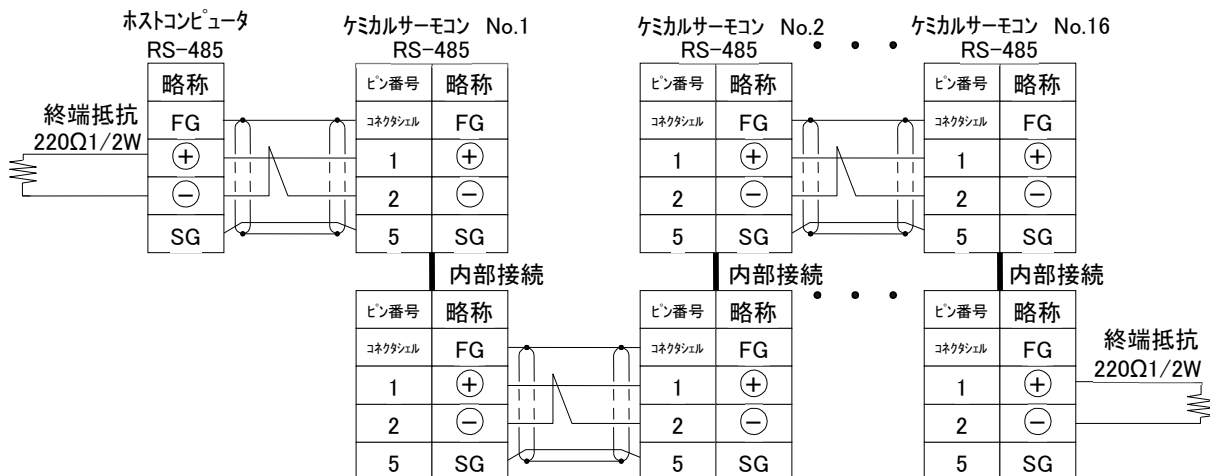
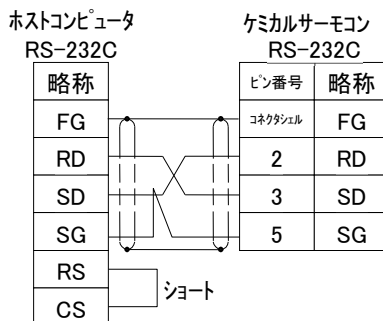

図 7-1 通信接続図(RS-485)
図 7-2 通信接続図(RS-232C)
- ①ケミカルサーモコンの電源スイッチを OFF にしてください。
- ②ケーブルをケミカルサーモコンの通信コネクタ(RS-485、または RS-232C)に接続してください。
- ・ 通信の接続図を図 7-1 と、図 7-2 に示します。
- ③ケミカルサーモコンの電源スイッチを ON にしてください。
- ④すべてのケミカルサーモコンについて通信方式の選択を行います。詳細は『5.5.5 設定モード レベル3の選択』をお読みください。
- ⑤以上で通信の準備は終了しました。これで、ホストコンピュータから通信命令があれば、各ケミカルサーモコンはそれに返信します。